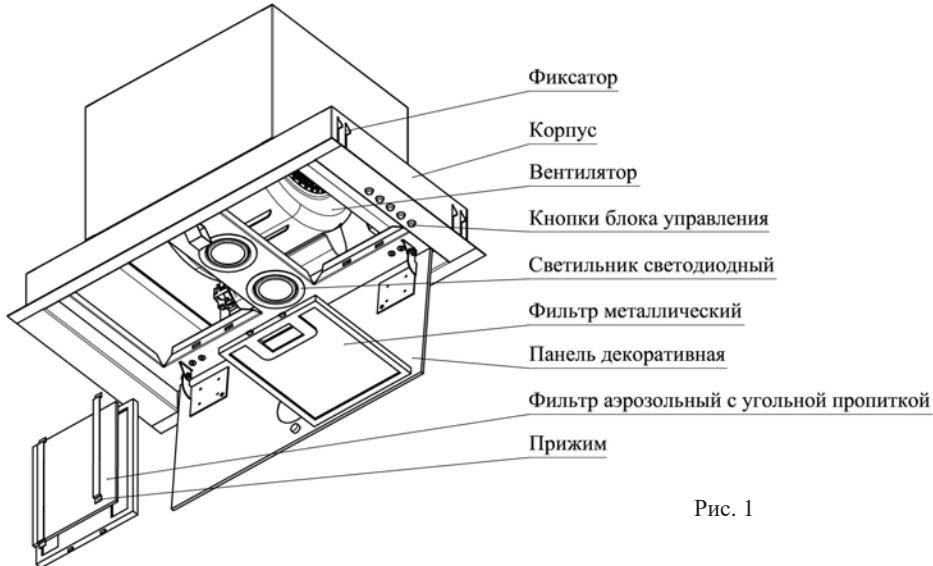
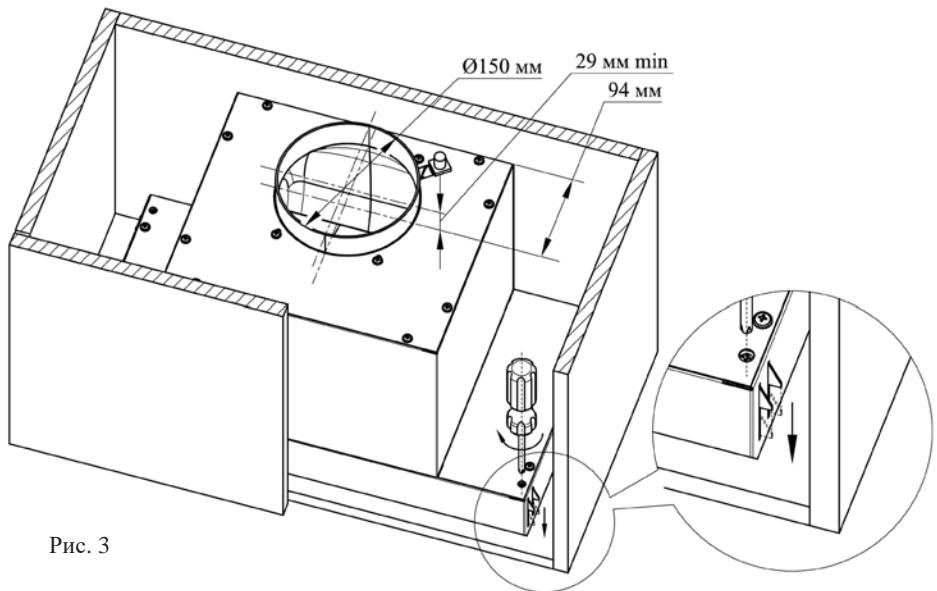

Рис. 1
Рис. 3
Внутри корпуса воздухоочистителя (рис.1) располагаются вентилятор и светильники светодиодные. Снизу корпуса размещены фильтры металлические, фильтры аэрозольные с угольной пропиткой и панель декоративная. Справа, на нижней поверхности расположены кнопки управления работой воздухоочистителя. В верхней части корпуса воздухоочистителя находится фланец вентилятора для отвода очищенного воздуха (рис.3). На боковой поверхности размещены фиксаторы предназначенные для монтажа воздухоочистителя в мебель.
- 6.3 Заведите воздухоочиститель в подготовленный проем шкафа настенного. Обратите внимание, чтобы флаги фиксатора переместились через дно шкафа настенного и уперлись в кромку проёма. Придерживая воздухоочиститель, отверткой с крестовым шлицем заверните винты фиксатора по часовой стрелке, до надежной фиксации воздухоочистителя (рис. 3).